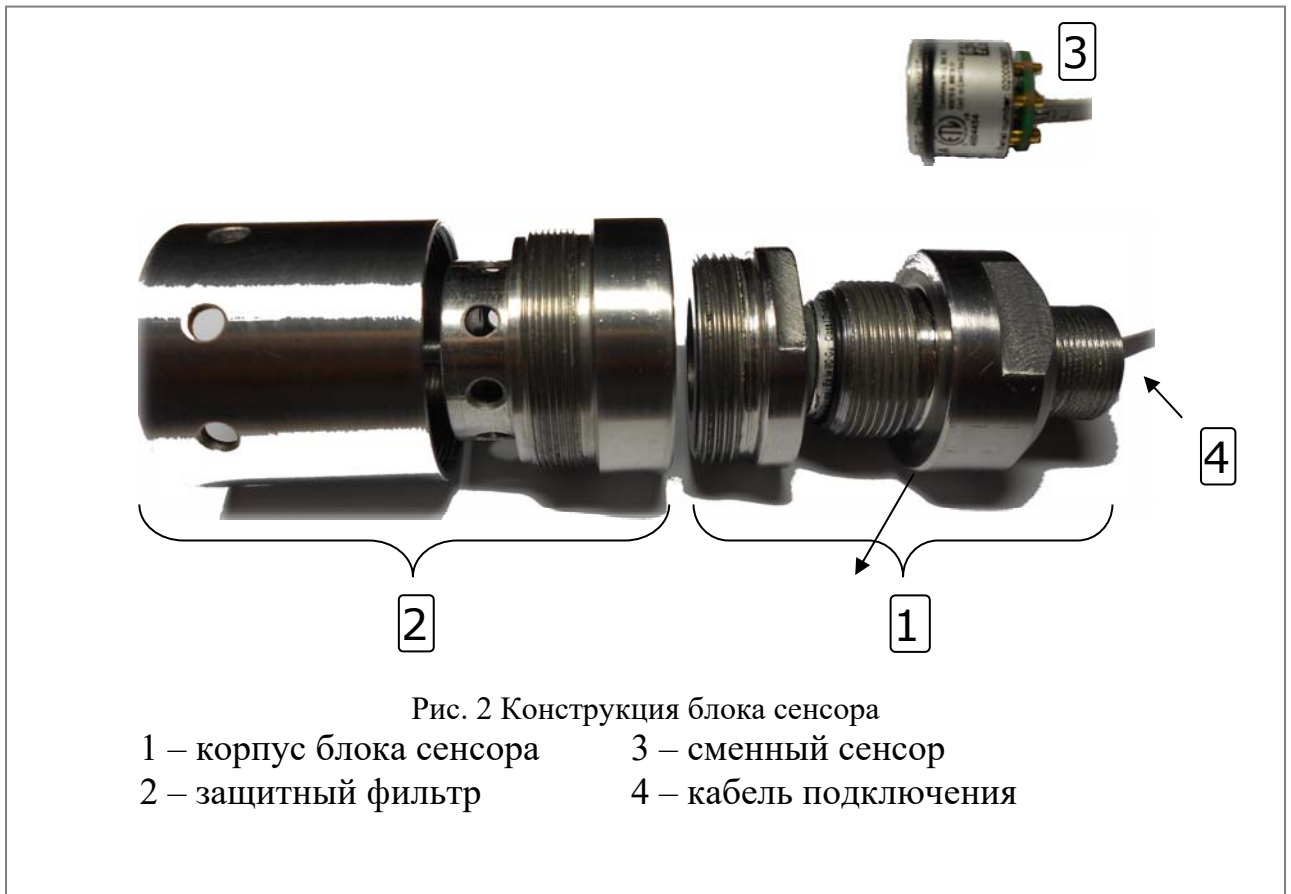

Рис. 2 Конструкция блока сенсора
1.3.2 Блок сенсора состоит из корпуса Рис. 2, внутри которого находится сменный сенсор электрохимического или фотоионизационного типа. Специальный защитный фильтр обеспечивает необходимую защиту сенсора от пыли и повышенной влажности окружающей среды, а так же выполняет функцию калибровочной камеры.